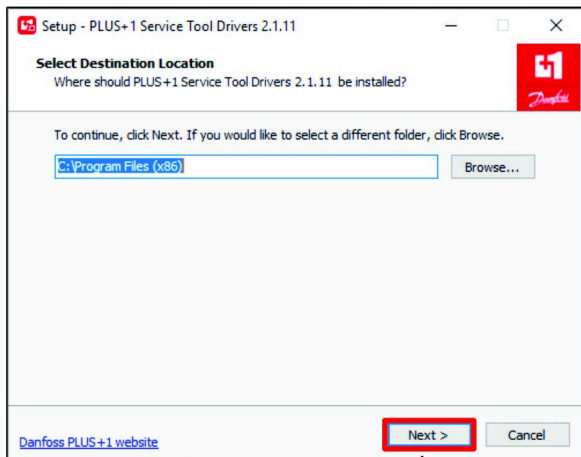

Figura 29
1. En el cuadro de diálogo Seleccionar ubicación de destino, haga clic en el botón SIGUIENTE(Figura 29).